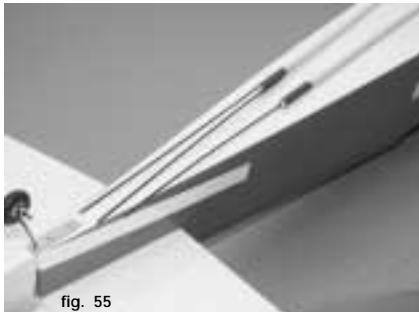

fig. 55
Put the steering rod for the horizontal rudder in the fuselage as shown on fig. 55 - 56 and screw the kwiklink in place.
Plaats de stuurstang van het hoogteroer in de romp zoals afgebeeld op fig. 55 - 56 en schroef de kwiklink op hun plaats. fig. 57
*Placez les tringles de commande de profondeur dans le fuselage comme montre sur fig. 55 - 56.